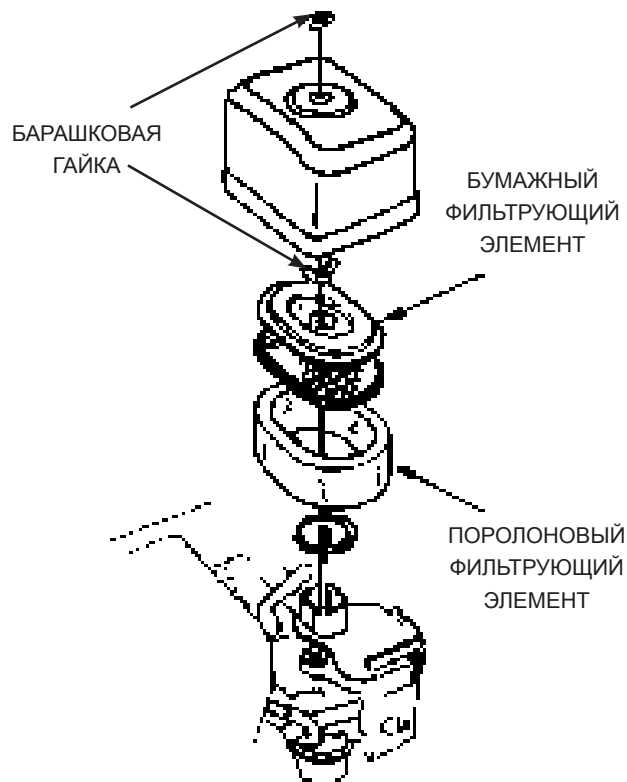

Рис.14
1. Открутить барашковые гайки и снять крышку воздушного фильтра и фильтр (Рис.14)